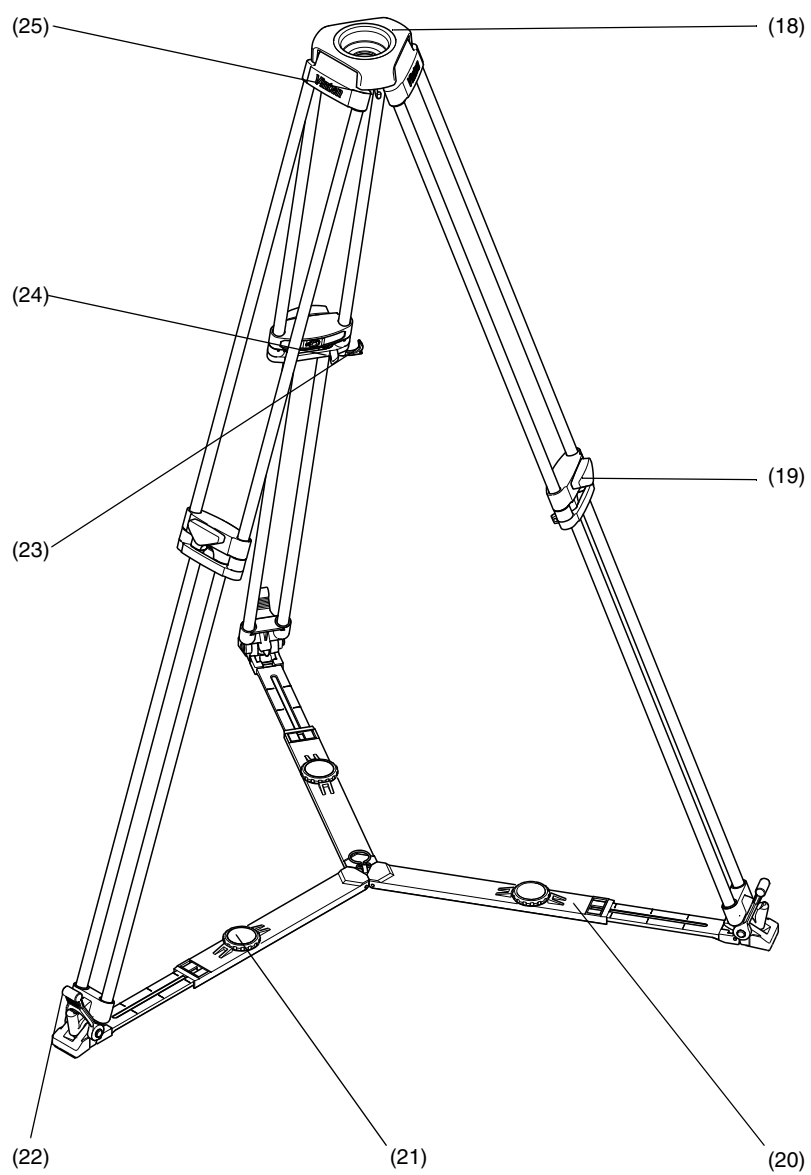

Fig. 2 Pozi-Loc 三脚とフロアスプレッダ
Pozi-Loc (Fig. 2) 式1段三脚には、アルミニウム製の脚と75 mmのレベリングボウル (18) があります。レベリングボウルには高性能のPozi-Loc レッグクランプ (19) が取り付けられているため、セットアップと調節が簡単です。
三脚には剛性を高めるためのフロアスプレッダ (Fig. 2) が付属しています。このフロアスプレッダは柔軟性に優れているため起伏のある地面の影響を軽減し、床やカーペットを保護して、地面が柔らかい場合でも三脚の脚がめり込むのを防ぎます。フロアスプレッダは常に使用してください。
フロアスプレッダを取り付けるには (Fig. 2) :